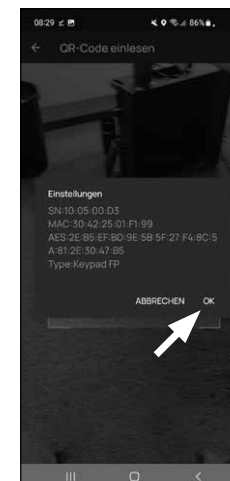

Fig. 9
- 12 Após a leitura do código QR, aparece uma mensagem com os dados do seu cilindro, confirme com "OK" no canto inferior direito (Fig. 9).